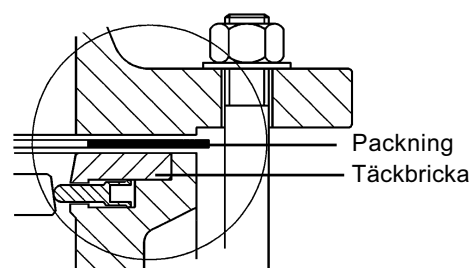

Fig. 4
5. Kontrollera att tätningsytorna på motflänsarna är plana och rena. Tillse att ventil och packningar blir rätt centrerade och att rätt packningskvalitet används. Ventils avstängningsfunktion är beroende av att packningen på inloppssidan överför trycket från anslutningsfläns till täckbricka (Fig. 4). Se även tilläggs-texten på sidan 8.